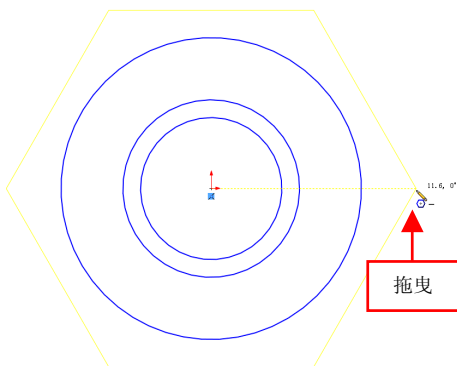

图 2-26 向右拖曳鼠标
(3) 在圆心点上单击鼠标左键，进入草图绘制环境，再次单击圆心点，并向右拖曳鼠标，如图 2-26 所示。